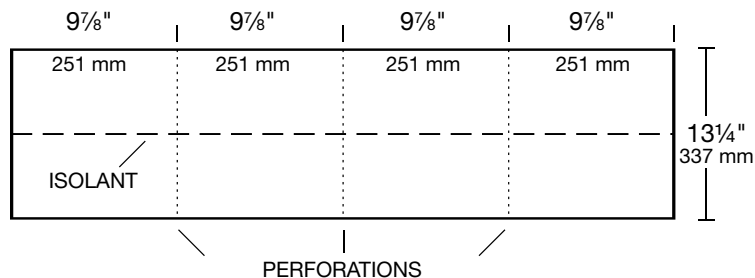
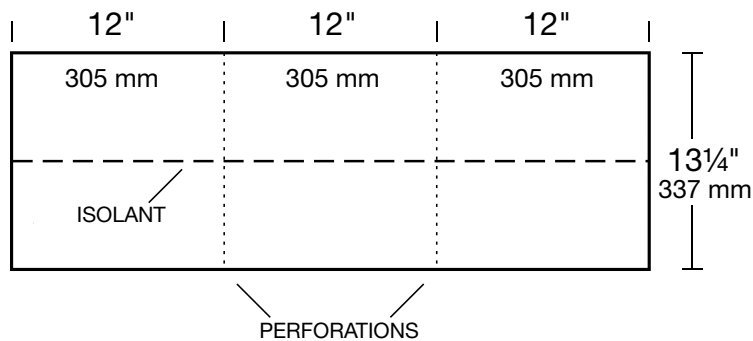

Figure 2 – Bardeau de faîtages et d'arêtes RidgeFlex™ 10 po
Figure 3 – Bardeau de faîtages et d'arêtes RidgeFlex™ 12 po
Préparer la pose en séparant chaque bardeau de faîtage et d'arête au niveau des perforations : Les bardeaux RidgeFlex™ 10 po permettent d'obtenir quatre (4) bandes de faîtages et d'arêtes (*voir la Figure 2*), et le bardeau RidgeFlex™ 12 po permet d'en obtenir trois (3) (*voir la Figure 3*). Repérer les bandes isolantes.